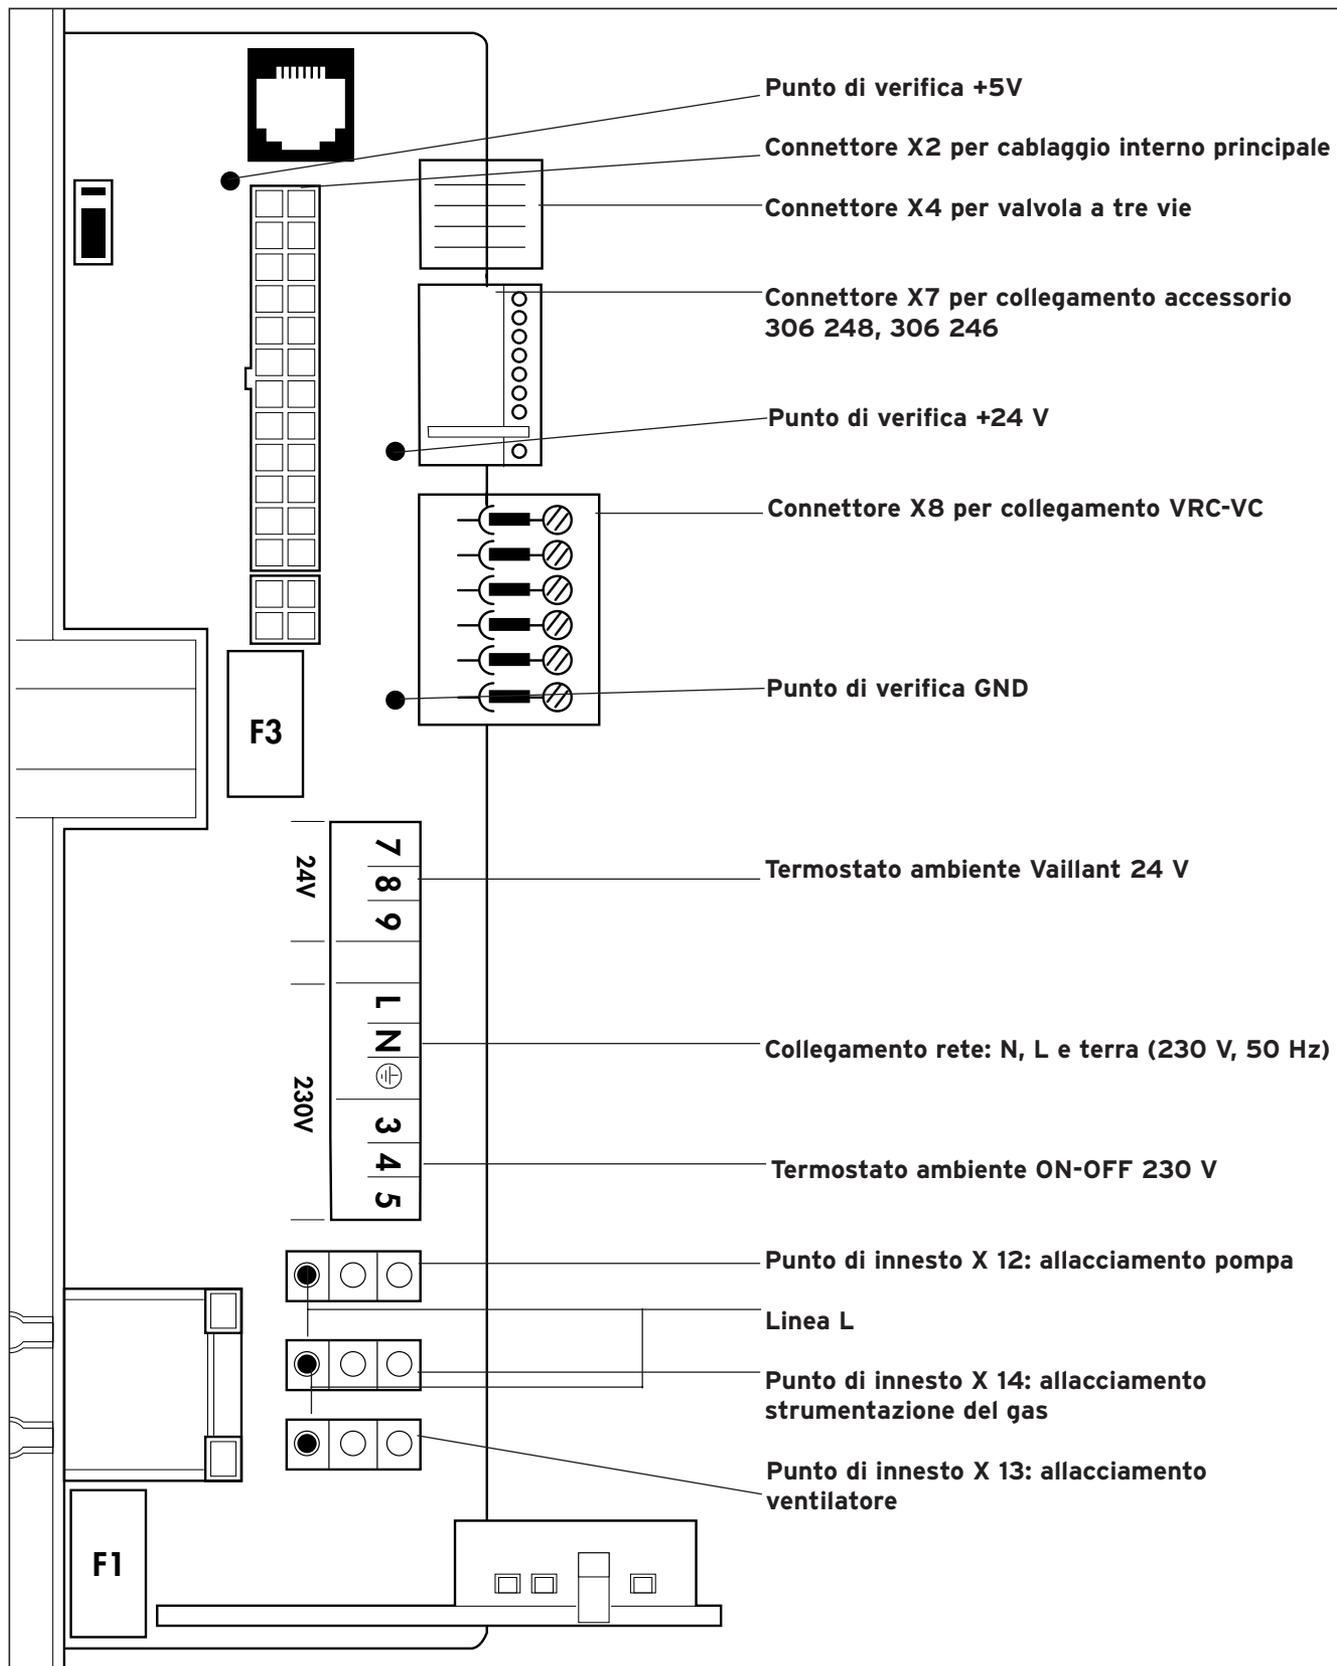

Fig. 3.14 Cablaggio
- Se necessario, allacciare nello stesso modo gli accessori indicati nella fig. 3.14.